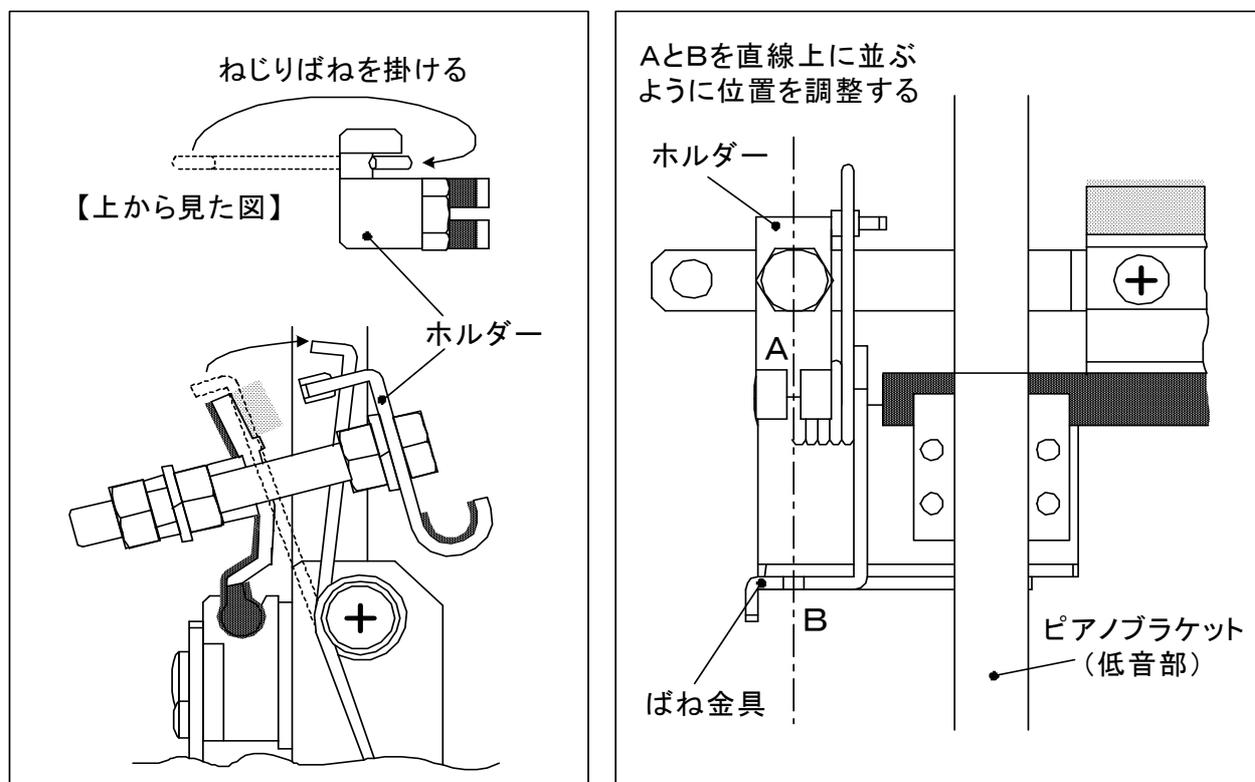

図3.2-5 ばね掛けと金具の位置調整
(6)ねじりばねを図3.2-5のようにホルダー一部へ掛ける。その際、ホルダーの溝Aとばね金具の溝Bが直線上に並ぶように位置を調整する。